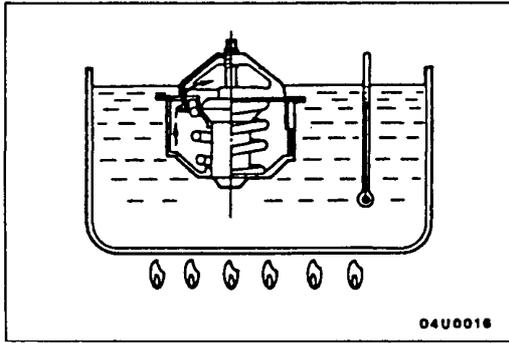

Рис. 11.89
- Температуру срабатывания клапана (рис. 11.89).